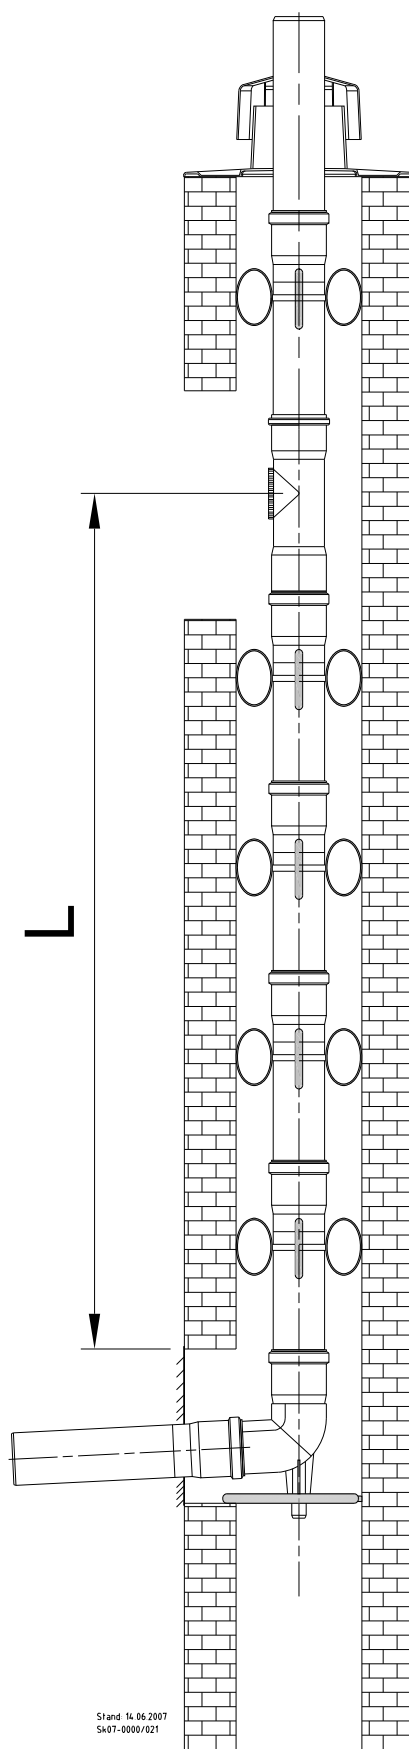

Abb. 67: Kaminsystem, starr, zur Ermittlung von Abstandsmaß L
- das Maß L (s. Abb. 67) zwischen Stützbogen und Revisionsstück zu ermitteln
- die senkrechten Abgasrohre in 2 m Baulänge sind mit der „Stoppring-Technik“ ausgerüstet (s. Abb. 67). Die Rohrenden werden durch diese Verbindungstechnik für die Montage gegen Herausrutschen gesichert.